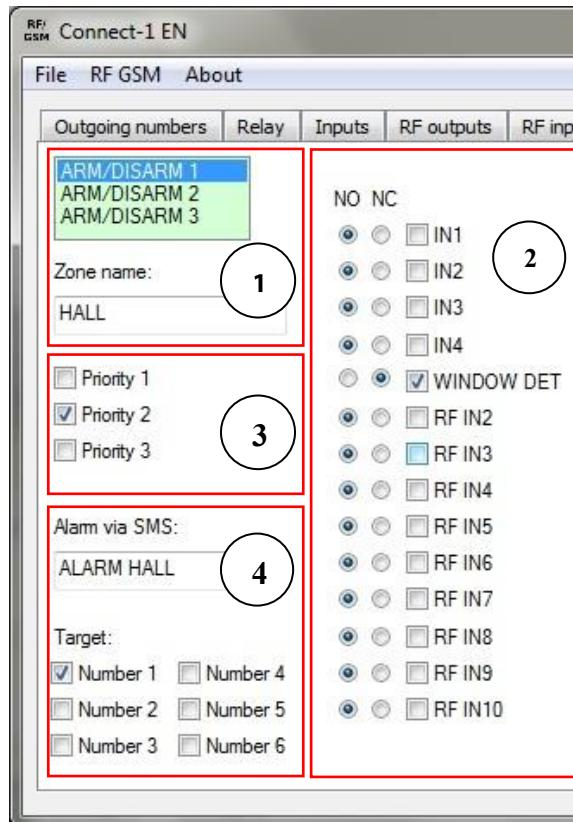

Fig. 25: Secțiunea "ARMARE/DEZARMARE" – selectia unitatilor de intrare in zonele monitorizate si introducerea parametrilor de zona.
2. Verificați marcaje care sunt utilizate pentru a selecta intrări care vor forma o zonă monitorizată. Pentru fiecare intrare, este posibil să selectați (NO, NC) intrare pozitivă sau negativă (a se vedea Fig. 25).